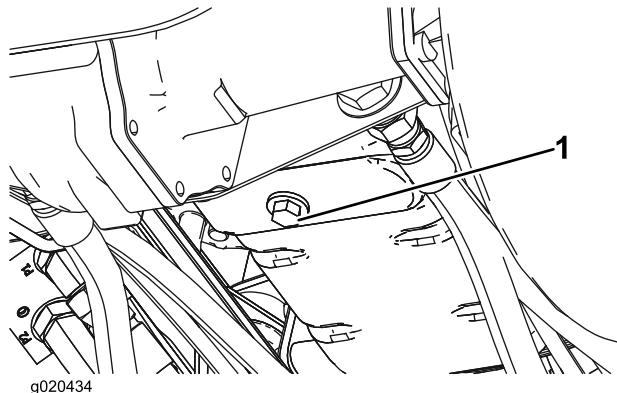

Figura 49
- Retire o tampão de escoamento (Figura 49) e deixe o óleo escorrer para um recipiente adequado. Quando o óleo for drenado, volte a montar o tampão de escoamento.